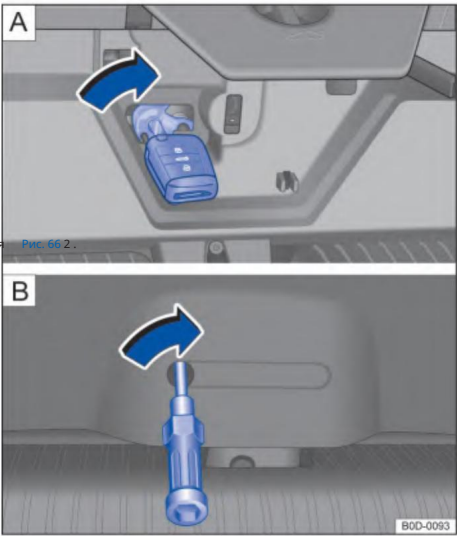

Рисунок 68 В багажнике: открыйте дверь багажника Тапуче; Тапуче X
треугольник аварийной остановки. – Модель Тапуче: вставьте головку ключа или отвертку 1) в круглую выемку на замке двери багажного отделения и нажмите на рычаг отпирания в направлении стрелки **Рисунок 68**, одновременно толкая дверь багажного отделения наружу до упора. открывается .
– Модель Тапуче X : вставьте головку отвертки 1) в круглую выемку на замке двери багажного отделения и нажмите на рычаг разблокировки в направлении стрелки **Рисунок 68**, одновременно толкая дверь багажного отделения наружу, пока она не откроется.